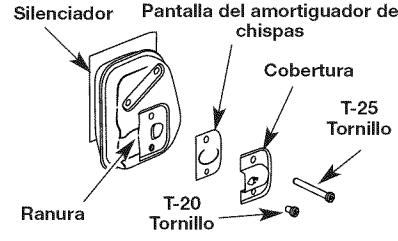

Fig. 29
- 1. Quite los dos (6) Tornillos de encima de la tapa del motor con un destornillador de pala o Torx #25 (Fig. 29).
- 4. Saque la cubierta del motor (Fig. 29).
1. Apague el motor y espere que se enfrie. Retire los seis (6) tornillos de la parte posterior de la tapa del motor con destornillador de cabeza plana o Torx No. T-25 (Fig. 29).